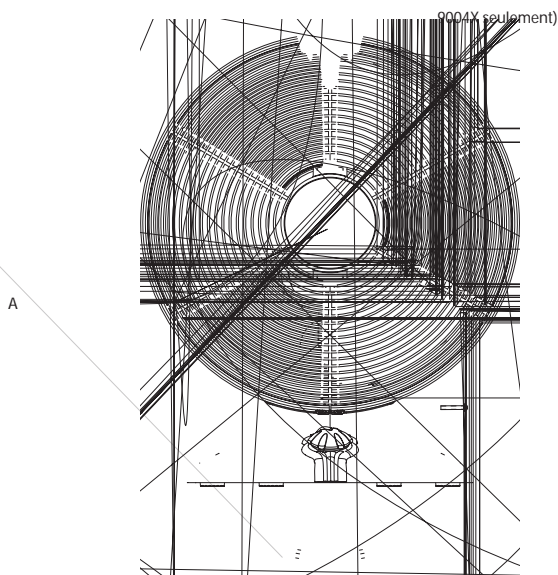

FIGURE 4
2. Désassembler les grilles en enlevant soigneusement la vis à la base de l'anneau. Voir figure 4.